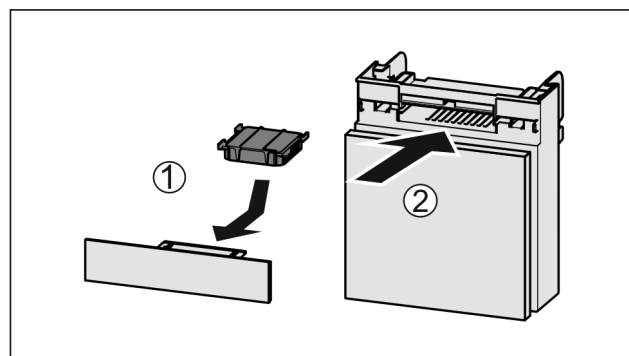

Fig. 70
- ▶ 按图装入 Fig. 70 (1) 活性炭过滤器。
- ▶ 推入 Fig. 70 (2) 抽屉。